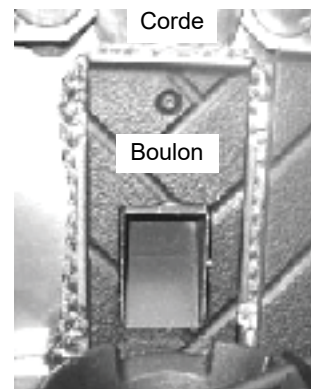

Figure 26.6
4. Ajouter un nouveau centre en brique et en prenant soin de ne pas endommager le filetage de la culasse; réinstaller brique (**Figure 26.6**).